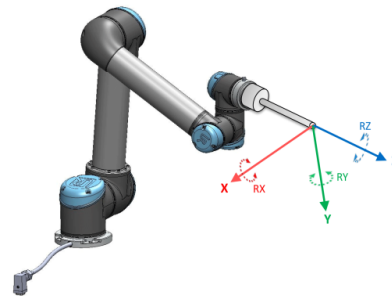

Figure 13.2: Деталь Инструмент (ЦТИ)
**Инструмент:** деталь определяется с помощью начальной точки в центре текущей ЦТИ (см. рис. 13.2)